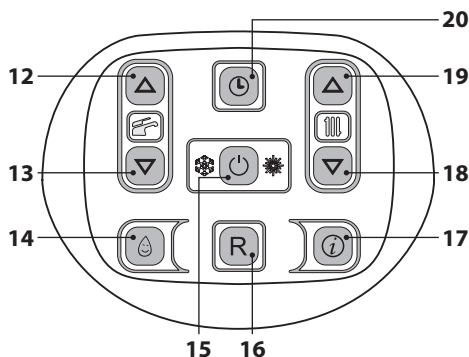
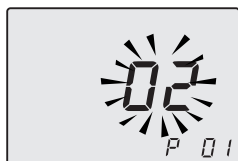

Figura 5.41
Figura 5.42
- Entrare in "modalità programmazione" premendo contemporaneamente per 10 secondi i tasti 15 - 18 - 19 (Figura 5.41) fino a far apparire sul display LCD le lettere **P01** e il valore del parametro, indicanti l'entrata nel "parametro 01" (Figura 5.42).
- Premendo il tasto 15 (Figura 5.41) si ottiene la conferma del valore inserito.